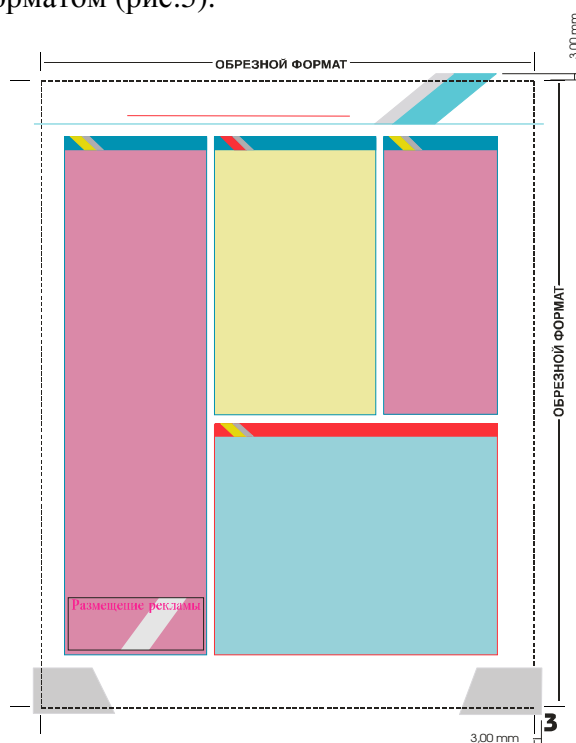

Рис.5
- 7.6. В макете должны быть указаны все номера страниц и отмечены все пустые полосы. В случае, если по соображениям дизайна на полосе отсутствует колонцифра, на макете номер полосы по порядку указывается вручную. А в файлах номер страницы ставится за обрезным форматом (рис.5).